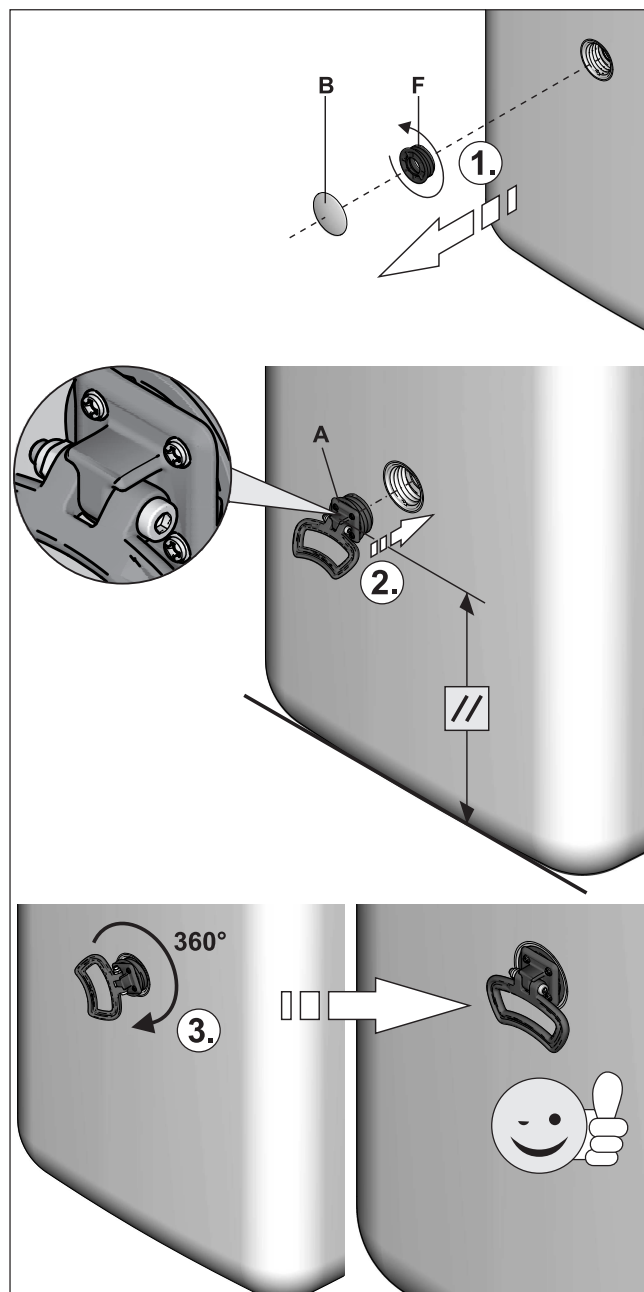

Bild 74-6 Montering av handtag
- 2 Dra av täckskydden (Bild 74-6, pos. B) och vrid ut gångstyckena (Bild 74-6, pos. F) ur öppningarna där handtagen ska monteras.
- 3 Skruva in handtagen (Bild 74-6, pos. A) i gångöppningarna.